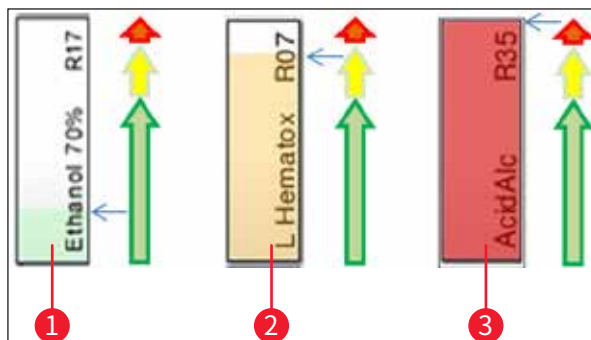

图 72
- 背景颜色 (→“图 72”)
- 背景颜色显示试剂使用状态 (→“图 72”)。随着试剂的消耗, 颜色条从下往上升高, 并根据消耗状态改变颜色。